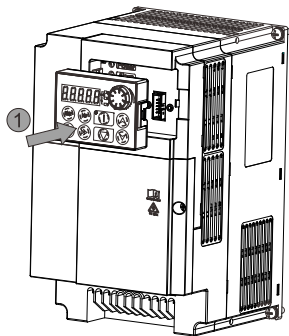

图 2-6 键盘的安装
B. 安装键盘，如下图 2-6：将键盘平齐放入键盘槽，朝方向 ① 按压键盘至听到“咔嚓”声响齐平于机器前表面即可。